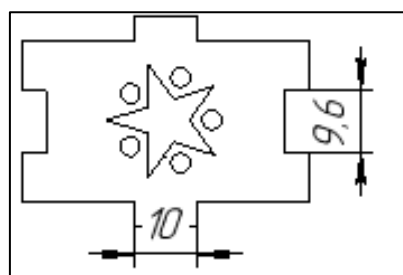

**Рис.2. Чертежи деталей**
Как только идея конструкции была сформирована, началась разработка чертежей. Первые чертежи – эскизы выполнялись на бумаге с примерным подсчетом всех размеров, затем чертежи были перенесены в программу САПР Компас 3D и там более детально проработаны. На этом этапе возникло большое количество сложностей, не сразу заметных при чертеже эскизов на бумаге. Первой и самой затруднительной частью работы стало создание чертежа детали «Ёлка». (рис. 2)
Отметим, что от 3D-моделирования в процессе разработки чертежей пришлось оказаться в пользу макета из картона: из-за высокой сложности контура деталей (рис. 2),
1. Обычные (рис. 2): высота 14 см, ширина 14 см;